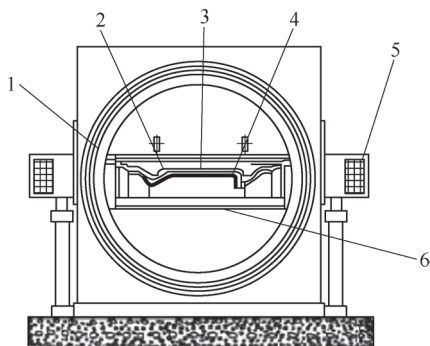

图3 橡皮囊成形工艺
承压筒体使用合金结构钢制作而成，外表用连续矩形截面的高强度钢丝预应力缠绕（把钢丝预先张拉到规定的应力值，然后将其缠绕到筒体上，提高结构的承载能力），具有很高的静力强度、冲击韧性及疲劳极限。设备自动加工一次零件的具体步骤为：①操作人员在工作台面上摆放好模具及零件后，起动自动循环按钮，工作台自动移入筒体并到达指定位置。②液压系统开始通过管路向安装在筒体内部的橡皮囊内充油，通过压力传感器检测是否充满油液。③液压系统开始加压，橡皮囊逐渐变形挤压工作台表层的橡胶衬垫，摆放在衬垫下方的零件开始贴合模具成形，如图3所示。④液压